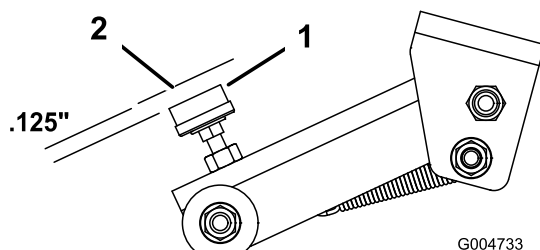

Figura 81
4. A folga entre a protecção de borracha do parafuso de ajuste (Figura 81) e o trinco da cobertura deve ser 3 mm. Se for preciso ajustar, desaperte a porca no parafuso de ajuste, ajuste o parafuso até obter a folga desejada e volte a apertar a porca.